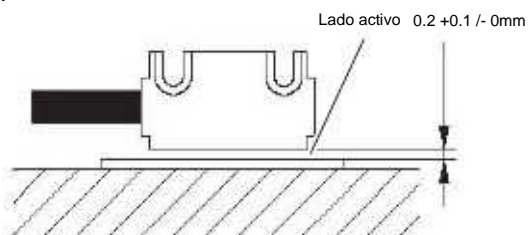
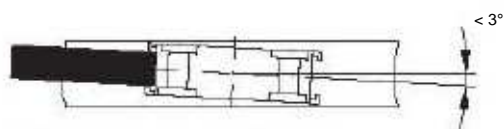

Fig.6-6: Sensor de distancia / cinta magnética
Fig.6-8: Instalación del sensor
□ ¡Las mediciones de distancia entre el sensor y la banda magnética y las tolerancias angulares se deben mantener en toda la sección de prueba! □ □ (Fig.6-6: a □ □ Fig.6-8:)
- No se ha tenido en cuenta la tolerancia para el espacio entre el sensor magnético y la banda magnética durante la distancia total de desplazamiento. (□ □ Fig.6-6:).
- El lado activo del sensor no se ha montado en dirección a la banda magnética (Fig.6-8: y □ □ Fig.6-8:).